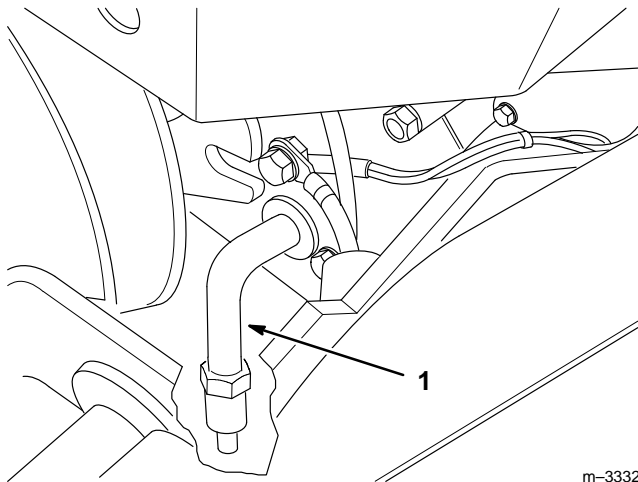

Abbildung 31
4. Eine Schale unter den Ölablaß stellen. Den Ölablaß öffnen, indem er um 1/8 Umdrehung im Gegenuhrzeigersinn gedreht und gleichzeitig herausgezogen wird (Abb. 31).